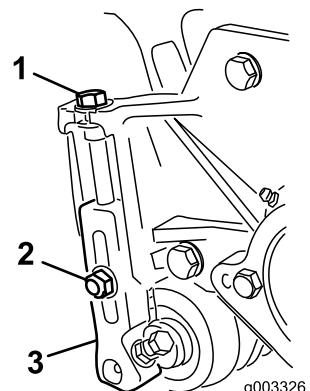

図 11
3. 刈り高ブラケットをカッティングユニットのサイドプレートに固定しているロックナットをゆるめる(図 11)。